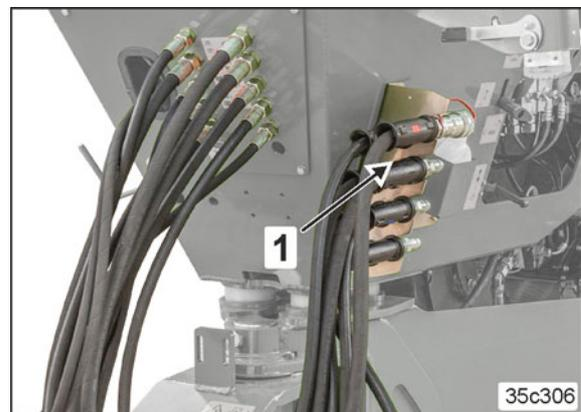

Рис. 124
- Держатель шлангов (Рис. 124/1)